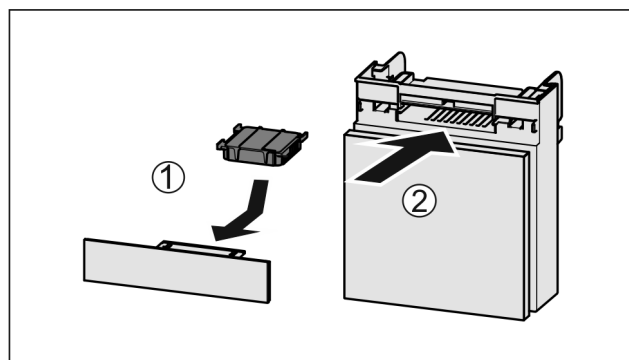

Fig. 211
- Aktivkohlefilter nach Abbildung einsetzen Fig. 211 (1).
- Fach einschieben Fig. 211 (2).